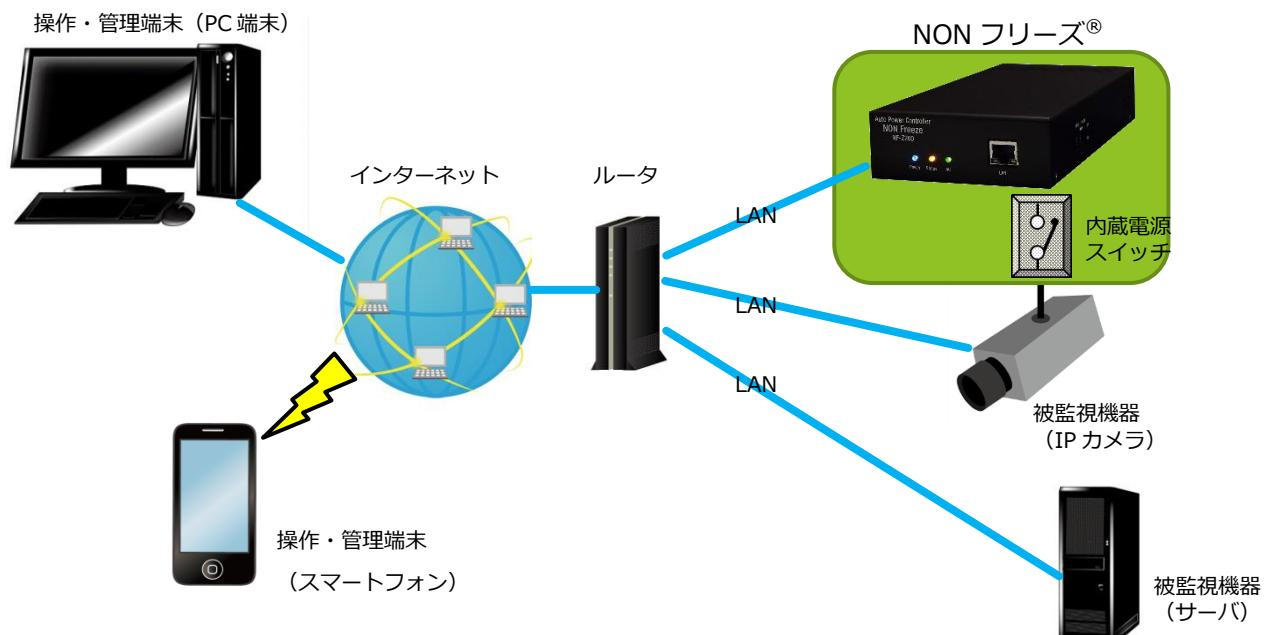

Fig.1 システム構築例
Fig.1 に本装置を使った高可用性システム構築例を示します。この例では、本装置は被監視機器（IP カメラとサーバ）を常時死活監視し、被監視装置の異常を検知した場合には、①IP カメラに対しては本装置の内蔵電源スイッチ（リレー）を OFF/ON し被監視装置の再起動を、②サーバに対しては HTTP 通信もしくは Telnet 通信により被監視装置の再起動をそれぞれ試みます。また、本装置のスケジュール管理機能にて被監視装置をあらかじめ決まった時刻に起動/シャットダウンし省電力システムを実現することができます。